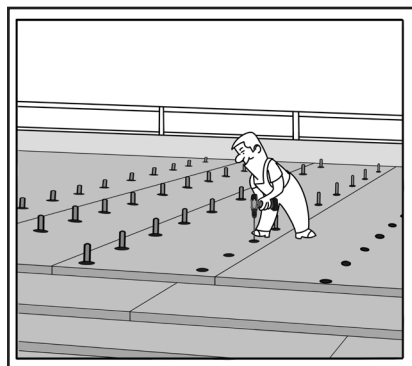

Рис. 13
7.5. Прикрутить крепежи Центрикс к основанию с помощью шурупверта с длинной насадкой (см. Рис.13).